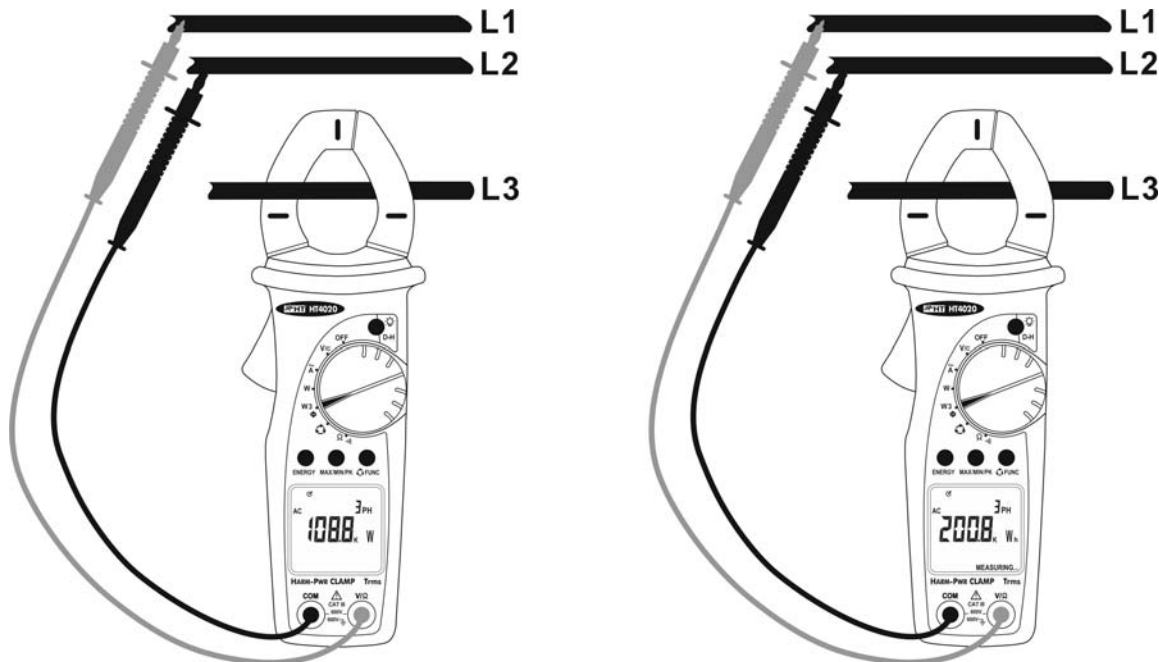

Fig. 12: Medida de Potencia y Energía en un sistema trifásico equilibrado
2. Abra el maxilar y engatille el cable de la fase L3 al centro del toroidal (ver § 4.1.2 y Fig. 12)
4. Posicione la punta de prueba roja sobre el conductor correspondiente a la fase L1 y la punta negra sobre el conductor correspondiente a la fase L2 (ver Fig. 12). El valor de la potencia activa será visualizado